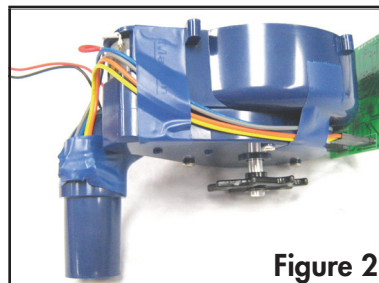

Figure 2
9)(Figure 2) Nettoyez les capteurs à l'aide d'un chiffon sec si nécessaire. Insérez les capteurs dans les orifices du tube d'alimentation, le fil de capteur orange / jaune devra être introduit dans l'orifice de droite, le fil de capteur bleu / gris sera passé à l'intérieur de l'orifice de la gauche. Passez du ruban isolant deux fois autour du tube d'alimentation recouvrant les capteurs pour les protéger des rayons du soleil.